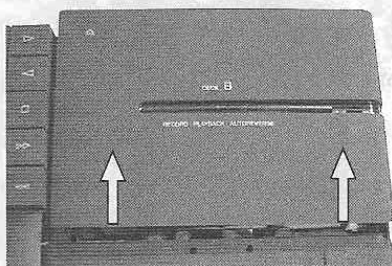

Fig. 17
- Cassettenfachabdeckung nach oben ausrasten (Fig. 17).
- Disengage the cassette compartment cover by pulling it upwards (Fig. 17).